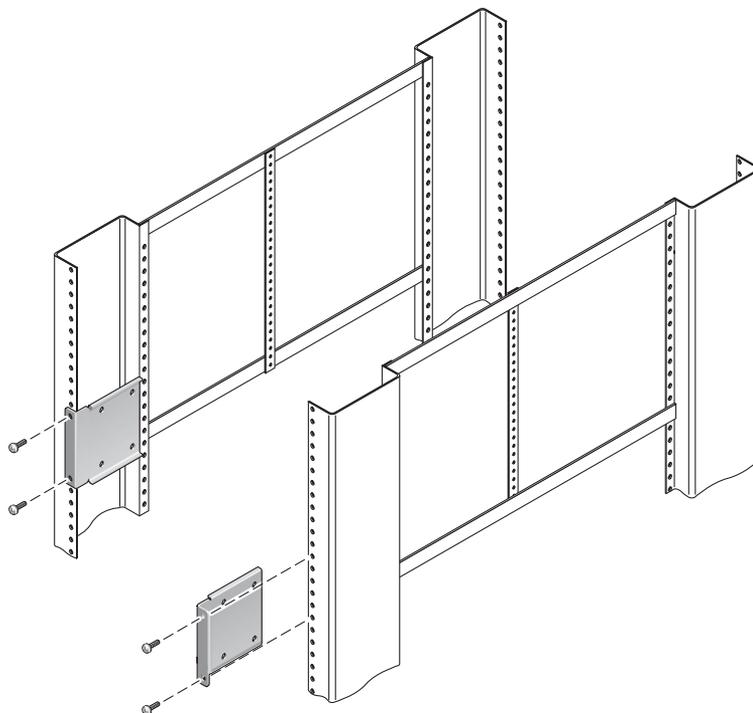

図 3-10 ラック正面への短い固定部品の固定
7. 短い固定部品をそれぞれラック正面の取り付け位置に合わせて、ラック正面の支柱に取り付けます (図 3-10 を参照)。